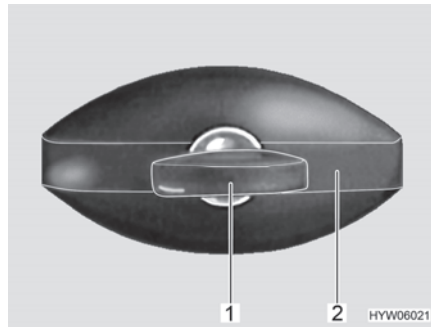

Fig. 27 Serrure du portillon (en forme d'ellipse, fermée)
- Insérer la clé dans le barillet (Fig. 27,1) et la tourner d'un quart de tour dans le sens inverse des aiguilles d'une montre. La poignée de la serrure (Fig. 27,2) ressort.